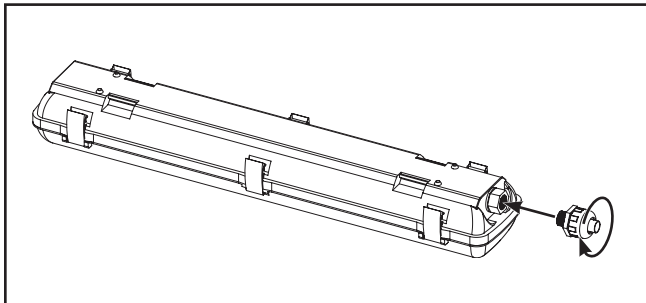

Figure 1.
2. Vissez un raccord de conduit étanche à l'eau de 12,7 mm (1/2 po) (non fourni) dans l'embout femelle universel de l'extrémité du luminaire. (Figure 1)